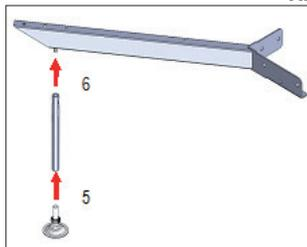

Abb. 2
- Befestigen Sie die Bandhalterung sicher am Tisch (Abb. 2). Lassen Sie den Arm nicht lose oder unsicher befestigt. (Abb. 3 – Abb. 5)